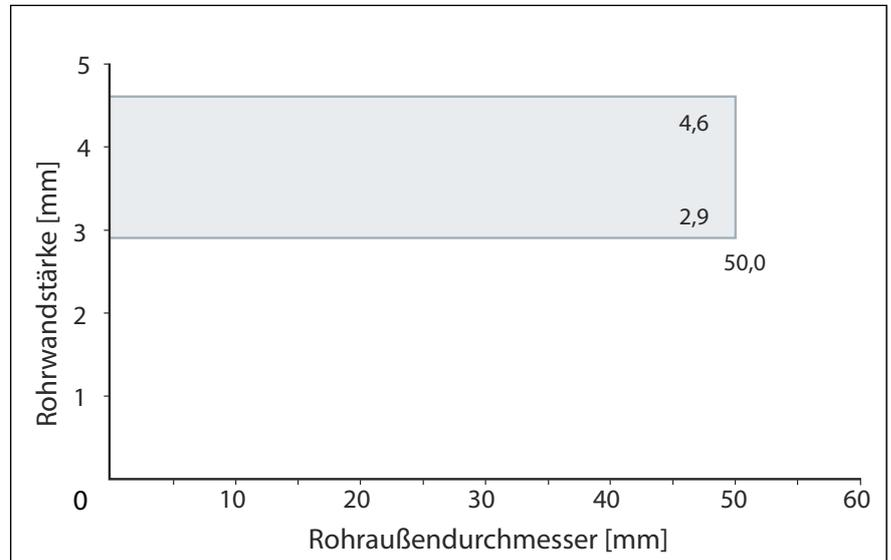

Abb. 7: Rohrabmessungen brennbare Rohre aus PE, ABS, SAN+PVC
- Zulässig sind Rohre aus Polyethylen (PE) gemäß EN 1519-1, EN 12666-1, EN 12201-2 sowie DIN 8074/8075, Rohre aus Acrylnitril-Butadien-Styrol (ABS) gemäß EN 1455-1 und Rohre aus Styrol-Copolymer-Blends (SAN+PVC) gemäß EN 1565-1 bis zu einem Außendurchmesser von 50 mm. Die zulässigen Nennrohrwandstärken gemäß Abb. 7 sind zu beachten.